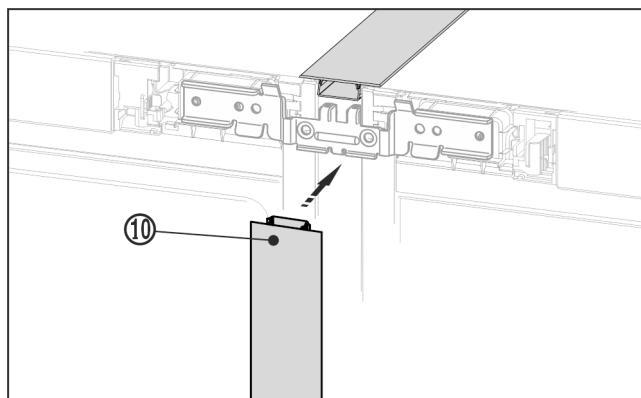

Fig. 22 *
- ▶ 在设备正面将长护板条 Fig. 22 (10)压入垂直缝隙中。注意，护板条位于连接板上。*